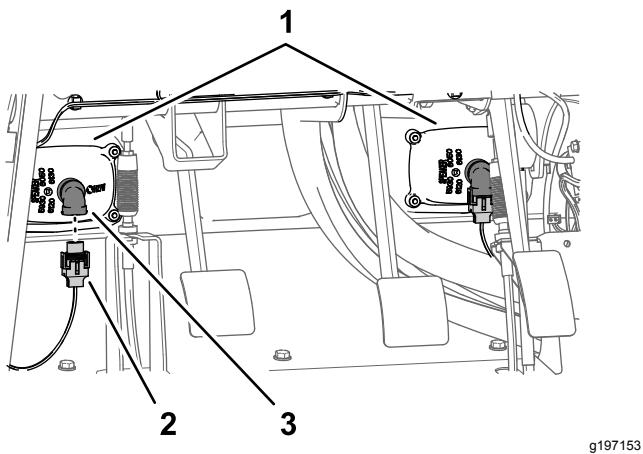

Figure 217
3. Branchez les 2 connecteurs (à 2 douilles) du faisceau de la machine aux connecteurs à 2 broches des phares gauche et droit (Figure 217).
1. Placez la doublure d'aile sur les tubes supérieur gauche et inférieur gauche du cadre (Figure 217).